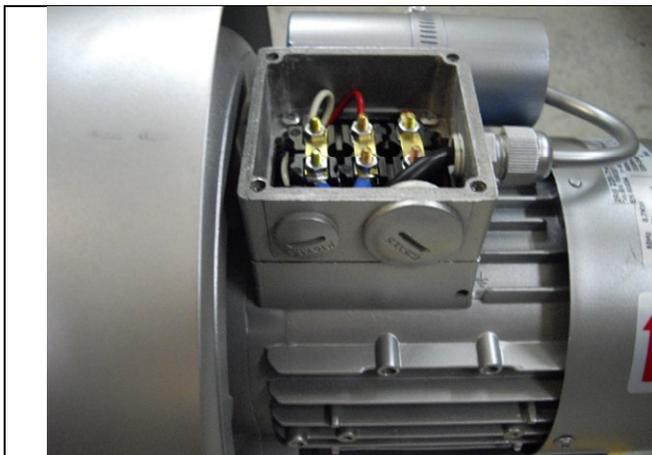
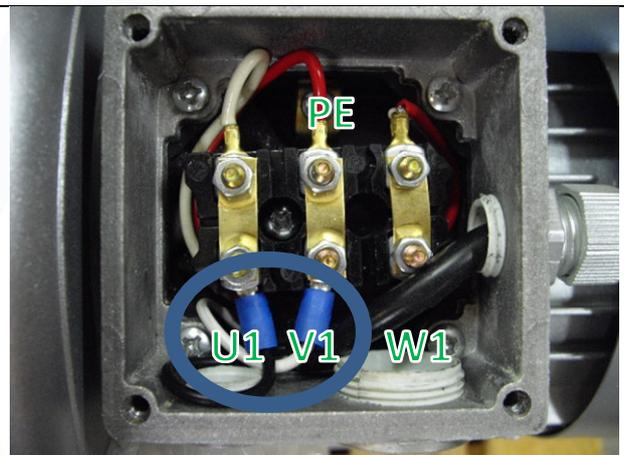

Abb. 1
Abb. 2
- Öffnen des Klemmbretts. Die Motorwicklungen und der Kondensator sind bereits angeschlossen (siehe Abb. 1 und Abb. 2).